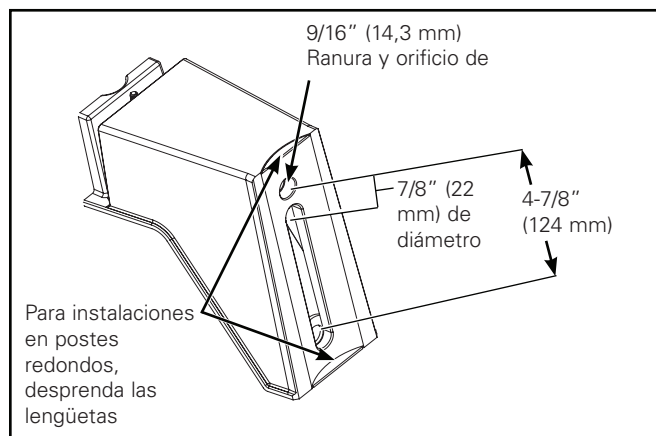
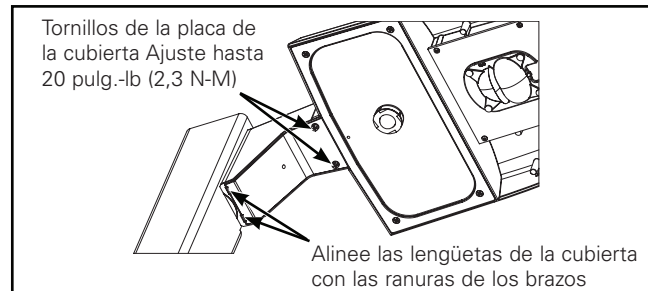

Figura 1.
Figura 5.
### Brazo para montaje en poste (Figura 1. - Figura 5.)
1. El brazo para montaje en postes está diseñado para un poste cuadrado o redondo. Para instalar la luminaria en un poste redondo se deberán retirar las lengüetas troqueladas del brazo de montaje. Sujete la lengüeta troquelada con unas pinzas y despréndala. (Figura 1.)
**Nota:** Asegúrese de que los terminales del lado de la alimentación de la luminaria no queden "mordidos" ente la cubierta y el brazo de montaje. (Figura 5.)